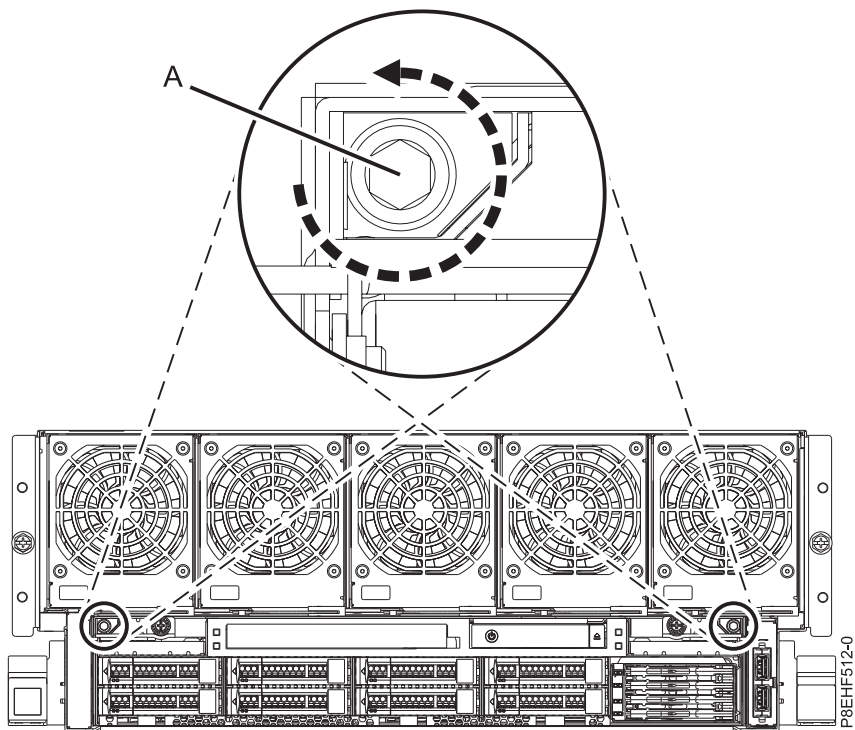

Figura 2. Aflojado de los tornillos de envío
2. Afloje pero no quite los tornillos de envío encastrados (**A**) del conjunto de RAID utilizando una llave Allen de 4 mm, tal como se muestra en la Figura 2 en la página 5.